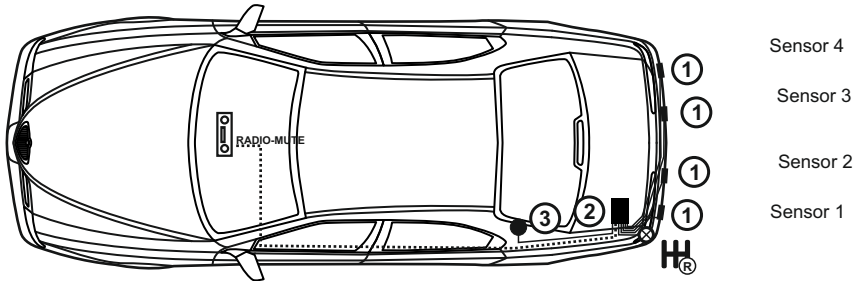

Bild 1
10. Bei Ihnen „unbekannten Fahrzeugen“ sollten Sie bei der Bestimmung der Position für die Sensoren so vorgehen wie in Bild 1 zu sehen. Heften Sie die Sensoren mit doppelseitigem Klebeband dort an, wo Sie die geeignete Position „vermuten“. Die von den Herstellern angezeigten Sensorpositionen sind i.d.R. **nicht** für Nachrüstungen geeignet.